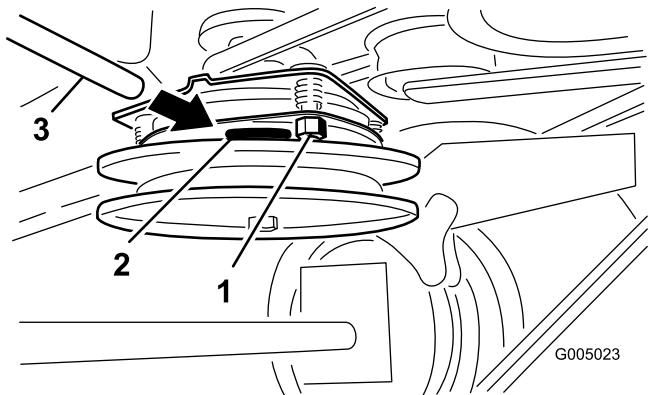

Figure 45
2. Serrez les contre-écrous jusqu'à ce la jauge d'épaisseur fléchisse légèrement mais puisse bouger facilement dans l'entrefer (Figure 45).